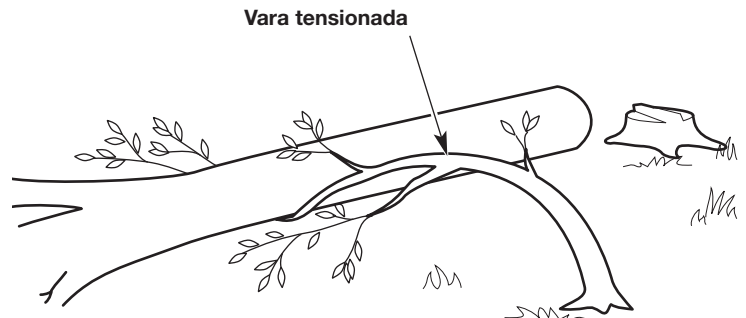

Fig. 15
**ADVERTENCIA:** Al operar la unidad manténgase alejado de las varas tensadas. Las varas tensadas podrían ser ramas, troncos, raíces o vástagos que son doblados bajo tensión por otra madera (Fig. 15). Cuando la tensión de las varas se libera, éstas pueden moverse hacia el operador golpeando su cuerpo y provocándole graves lesiones. Tenga sumo cuidado al cortar las varas tensadas o liberar la causa de la tensión.